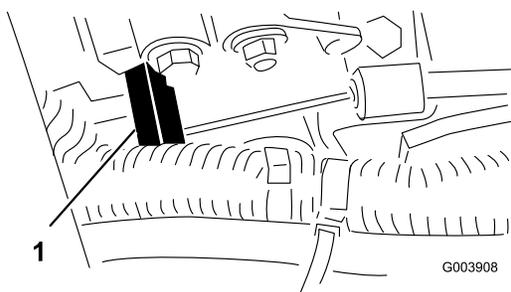

Figura 54
3. Tenete la leva della pompa di iniezione (Figura 54) contro il fermo della minima superiore, e serrate il raccordo del cavo.